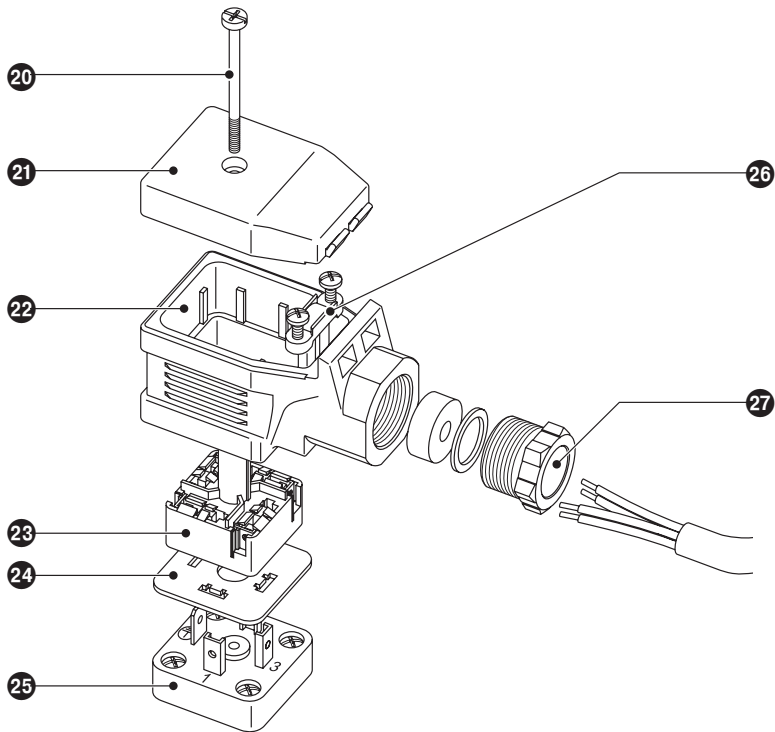

Fig. 7
1. Undo screw 20. **Fig. 7**
1. Undo screw ㉑. Fig. 7